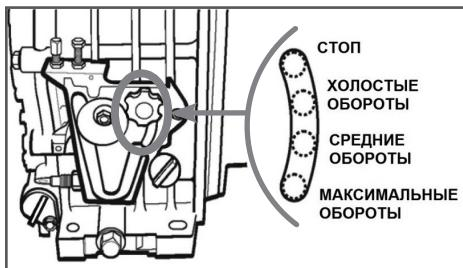

Рис. 16 Управление оборотами двигателя
3. Ослабьте затяжку гайки-фиксатора рычага управления оборотами двигателя, переведите гайку-фиксатор по направляющему пазу вниз до упора (в положение «МАКСИМАЛЬНЫЕ ОБОРОТЫ»), после чего затяните гайку (Рис. 16).
переведите гайку-фиксатор по направляющему пазу в положение «ХОЛОСТЫЕ ОБОРОТЫ», после чего затяните гайку (Рис. 16).
Прогретый двигатель можно запускать, сразу установив гайку-фиксатор рычага управления оборотами двигателя в положение «СРЕДНИЕ ОБОРОТЫ» или «МАКСИМАЛЬНЫЕ ОБОРОТЫ» (Рис. 16).
4. Ослабьте затяжку гайки-фиксатора рычага управления оборотами двигателя, переведите гайку-фиксатор по направляющему пазу вниз в положение «ХОЛОСТИЕ ОБОРОТЫ», после чего затяните гайку (Рис. 16).
ние «СРЕДНИЕ ОБОРОТЫ» или «МАКСИМАЛЬНЫЕ ОБОРОТЫ» (Рис. 16).
1. Ослабьте затяжку гайки-фиксатора рычага управления оборотами двигателя, переведите гайку-фиксатор по направляющему пазу вверх в положение «ХОЛОДНЫЕ ОБОРОТЫ», после чего затяните гайку (Рис. 16).
3. Ослабьте затяжку гайки-фиксатора рычага управления оборотами двигателя, переведите гайку-фиксатор по направляющему пазу вверх до упора в положение «СТОП», после чего затяните гайку (Рис. 16).
1. Ослабьте затяжку гайки-фиксатора рычага управления оборотами двигателя, переведите гайку-фиксатор по направляющему пазу вверх до упора в положение «СТОП», после чего затяните гайку (Рис. 16).
1. После прогрева двигателя ослабьте затяжку гайки-фиксатора рычага управления оборотами двигателя, переведите гайку-фиксатор по направляющему пазу вниз до упора (в положение МАКСИМАЛЬНЫЕ ОБОРОТЫ), после чего затяните гайку (Рис. 16). Мотопомпа при этом начнет работать в режиме максимальной производительности.